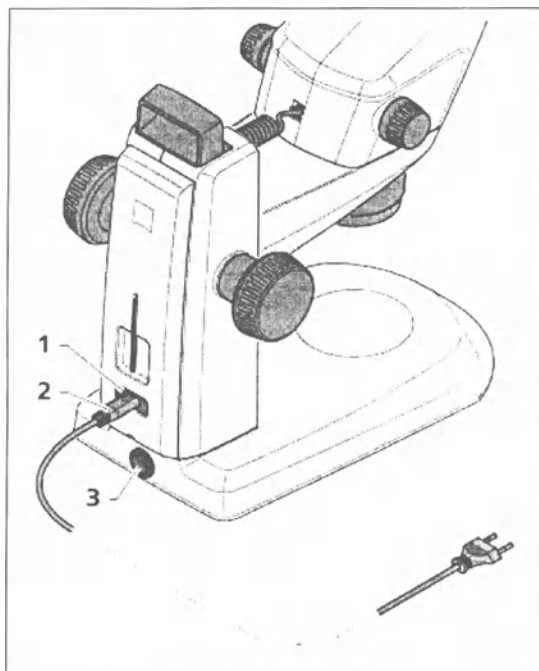

Рис. 17. Подключение микроскопа
- Вставьте кабель питания (рис. 17/2) в гнездо питания (рис. 17/1) на штативе.
- Подключите кабель питания (рис. 17/2) к розетке сети питания.
- Для включения и выключения стереомикроскопа используйте переключатель питания (рис. 17/3).